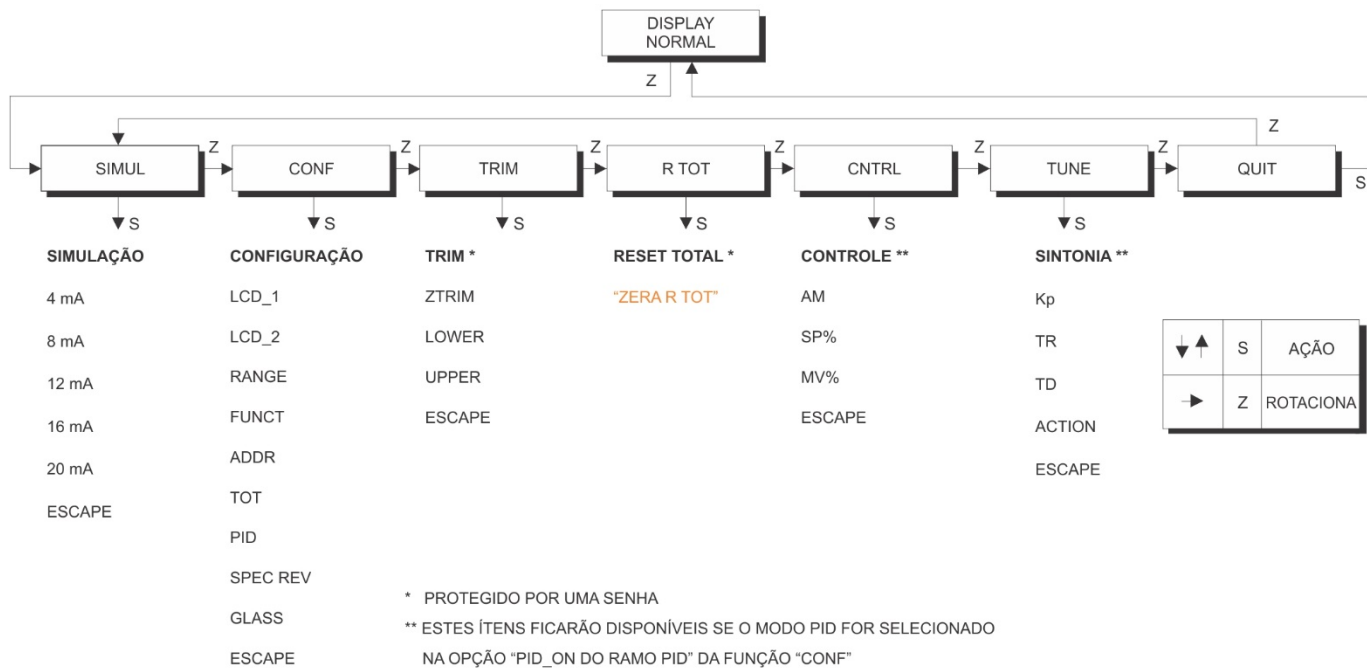

Figura 4.3 - Árvore de Programação Via Ajuste Local - Menu Principal
- 2 - Para ir até a opção desejada, rotacione entre as opções, aguarde o display mostrá-la e mova a chave de fenda magnética de **(Z)** para **(S)**. Veja a Figura 4.3 – Árvore de Programação Via Ajuste Local, para conhecer a posição da opção a ser escolhida. Voltando a chave de fenda magnética para **(Z)** é possível rotacionar entre as novas opções, só que dentro deste novo ramo.
O ajuste local utiliza uma estrutura em árvore sendo que a atuação na chave magnética **(Z)** permite a rotação entre as opções de um ramo e a atuação na outra **(S)**, detalha a opção selecionada. A Figura 4.3 - Árvore de Programação Usando o Ajuste Local mostra as opções disponíveis no **LD301**.
A partir da versão 7.00.00 do LD301 a árvore do ajuste local foi alterada para a mostrada na figura 4.3.